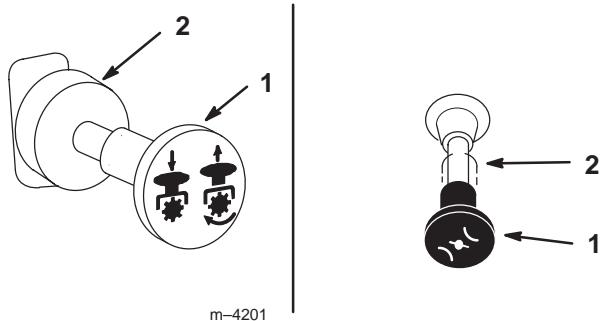

Figure 11
- Placez la commande de prise de force (PDF) en position **désengagée** (Fig. 11).